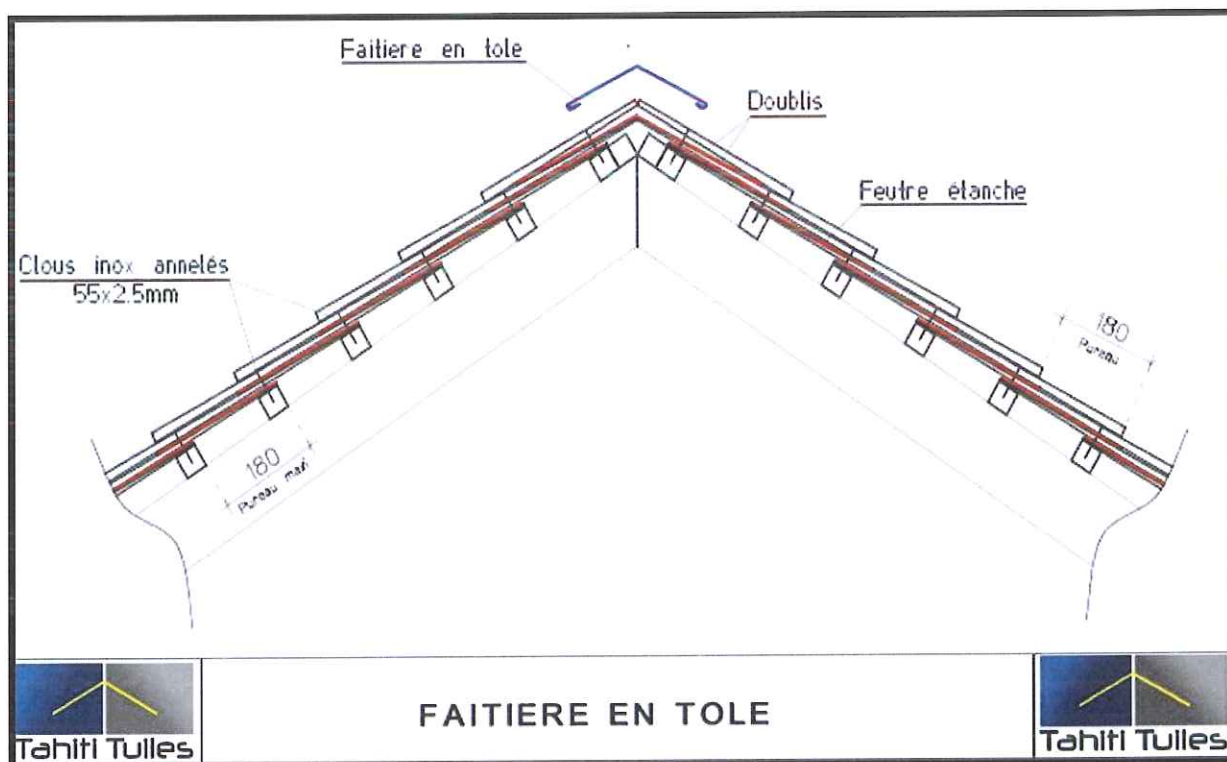

Figure 10 : descriptif du faîtage avec faîtière en tôle
- Faîtage avec faîtière en tôle : ( Cf. figure 10 )